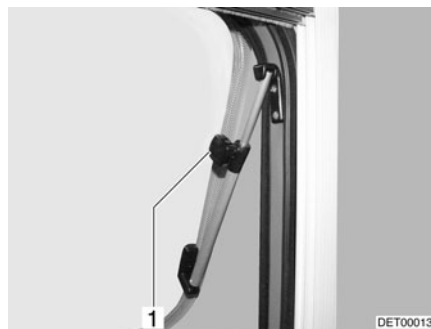

Fig. 47 Ventana abatible con soportes giratorios, abierta
- Abrir la ventana abatible hasta la posición deseada y fijarla con el botón moleteado (Fig. 47,1).
- Girar el botón moleteado (Fig. 47,1) hasta que se libere el bloqueo.